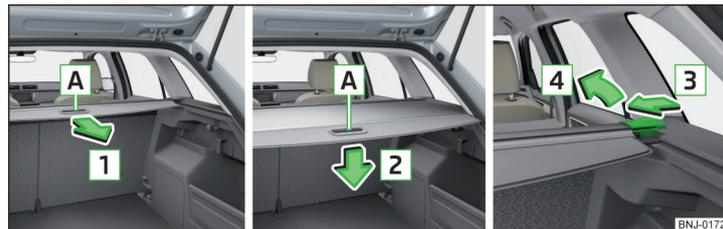

Fig. 97 Tampa enrolável: puxar para fora / enrolar / retirar
- Para **puxar para fora**, segurar a cobertura pelo manípulo **A** e puxe-a no sentido da seta **1** até ao batente, até que esta engate de forma audível » Fig. 97.
- ▶ Para montar, retirar a tampa da bagageira enrolável » Fig. 97 na página 81 ou rebater os encostos dos bancos traseiros para a frente » Página 65.